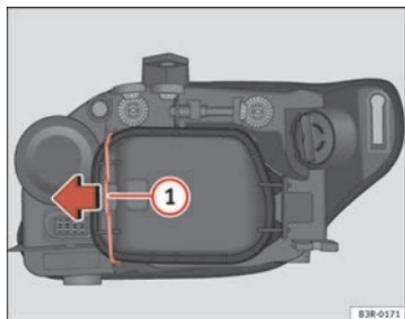

Fig. 206 Lampadina Luci di posizione
Anche se non necessario, estrarre prima la copertura ⇒ pag. 281, fig. 206, rende più facile la sostituzione della luce diurna. ■
- Far scorrere il tirante ⇒ fig. 206 ① nel senso della freccia e sfilare la copertura separando prima il lato del tirante ed estraendo dopo le due linguette dell'estremità opposta.